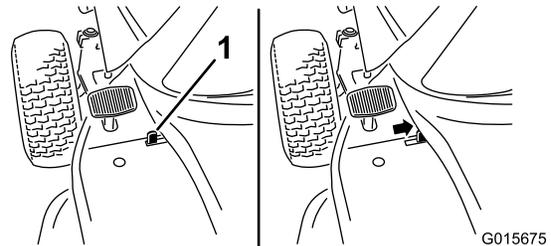

Figure 5
3. Poussez le levier du frein de stationnement (Figure 5) et relâchez progressivement la pédale de frein.